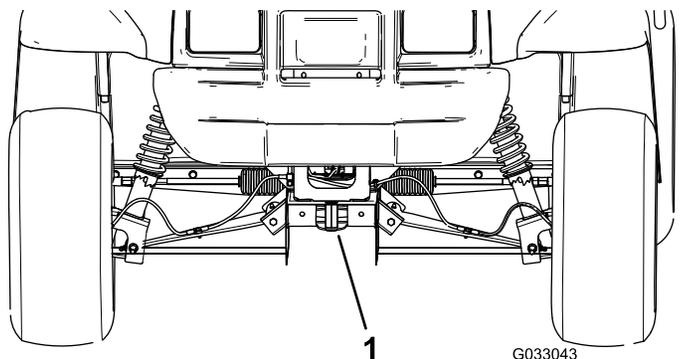

図 20
- 車両前部のジャッキアップポイントは、牽引トングの後ろのフレーム前部です 図 20。